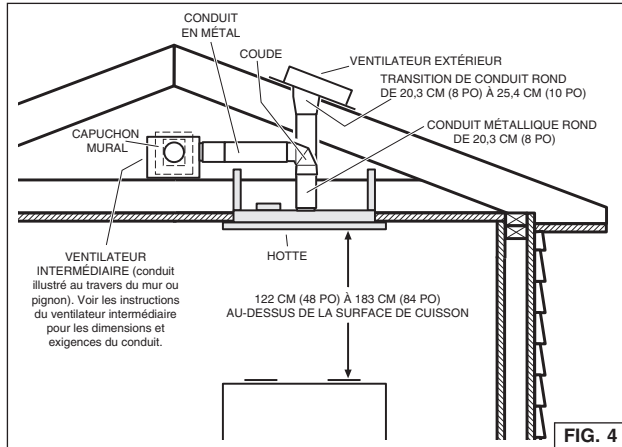

FIG. 4
1. Choisissez l'emplacement de la hotte, du ventilateur extérieur ou intermédiaire et de tout capuchon mural ou de toit, et décidez de l'emplacement des conduits. Consultez la Fig. 4 et les instructions du ventilateur extérieur ou intermédiaire pour obtenir des suggestions.
La hotte doit être centrée au-dessus de la surface de cuisson. Assurez-vous d'un espace adéquat dans la structure du plafond pour l'installation de la hotte et des conduits. Pour mieux capter les vapeurs de cuisson, la hotte doit être 122 cm (48 po) à 183 cm (84 po) au-dessus de la cuisinière. (Fig. 4)